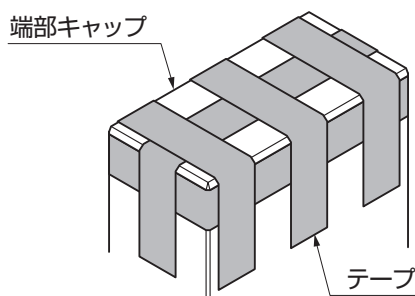

図4-6
- ⑦ 固定されるまで端部キャップをテープで抑えます。(図4-6参照)